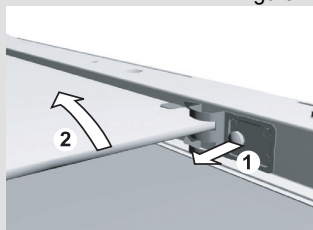

Figura 2
- Para tirar o vidro interior (apenas em alguns modelos), tirar os parafusos que se encontram no suporte do vidro e levanta-los (figura 2). Tirar os suportes antes de limpar o vidro.